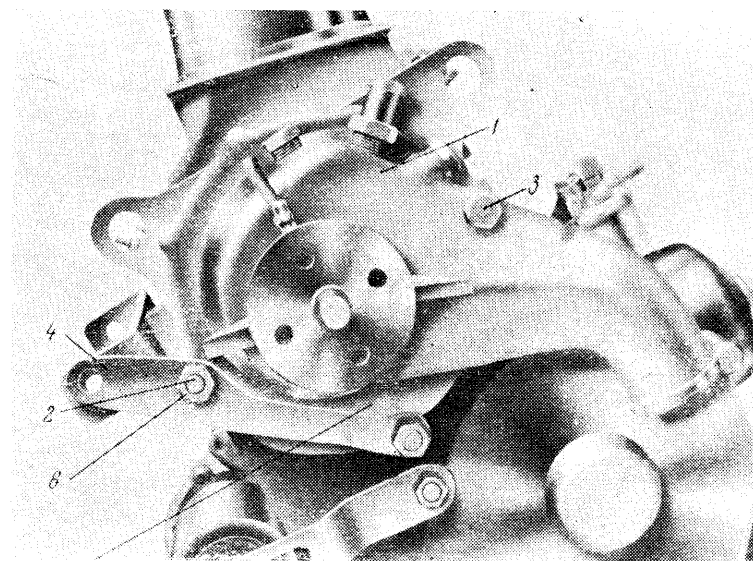

Abb. 42 Einbau der Wasserpumpe.
3.6.16. EINBAU DER WASSERPUMPE UND DES VENTILATORS (Abb. 42).
— Wasserpumpe (1 — Abb. 42) und Dichtung mit übereinstimmenden Löchern auflegen und spezielle — (2) bzw. seitliche Schraube (3) anziehen.